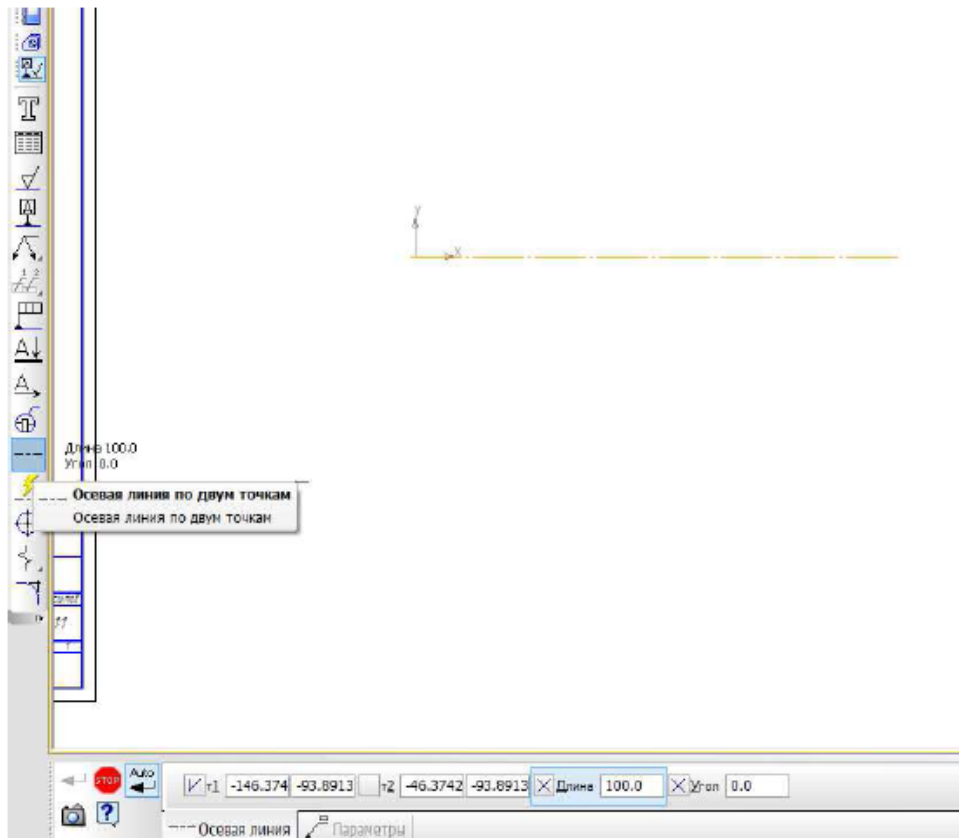

Рисунок 35 – Построение осевой линии
2. В компактной панели инструментов, рис. 35 выберите панель "**Обозначения**"
, выберите команду "**Осевая линия по двум точкам**" . С помощью мышки установите курсор в начало координат и нажмите левую кнопку мыши, первая координата точки зафиксируется. В строке параметров (панель свойств) введите значение длины осевой линии 200, нажмите "**Tab**", введите угол 0, нажмите "**Enter**" или "**Ctrl + Enter**" отрезок построится автоматически, рис. 35.